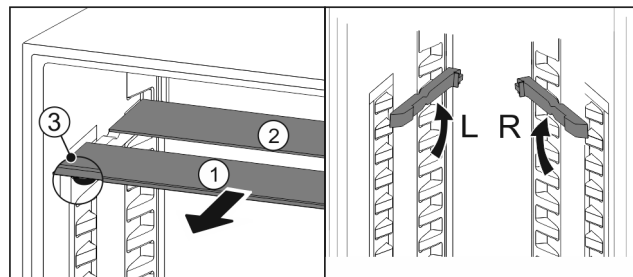

Fig. 130
- ▶ Sortir les tablettes par l'avant *Fig. 130 (1)*.
- ▶ La tablette en verre *Fig. 130 (1)* avec bordure décorative est située à l'avant.
- ▶ Les butées *Fig. 130 (3)* sont orientées vers le bas.